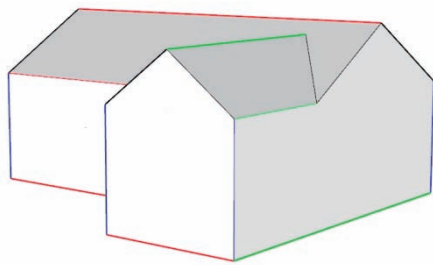

图 2.2.8 线色随轴
(4) 图 2.2.5 中的第四个工具是“线色随轴”,单击它后,模型中跟红绿蓝三轴平行的轮廓线分别以红绿蓝三色表示,不平行于任何轴的线条用黑色表示,如图 2.2.8 所示。在创建大型模型时,需要钻到模型中间去操作,看不见红绿蓝轴的时候就可以单击它,指出正确的方向。再次单击则返回常态。